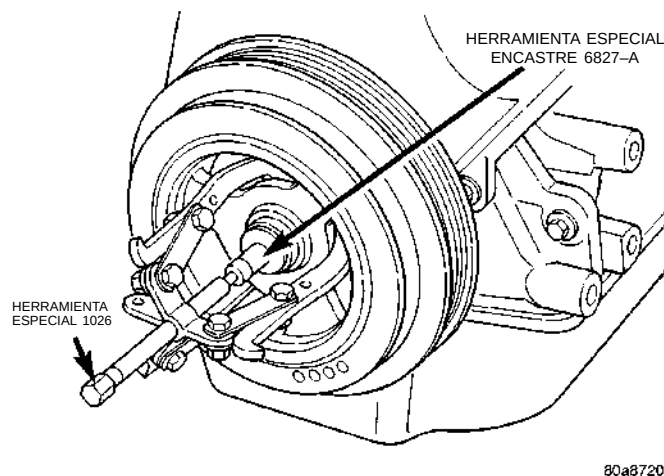

Fig. 87 Amortiguador de cigüeñal—Desmontaje
(3) Retire el perno del amortiguador del cigüeñal. Retire el amortiguador utilizando la porción más larga de la Herramienta especial 1026 y el encastre 6827-A (Fig. 87).